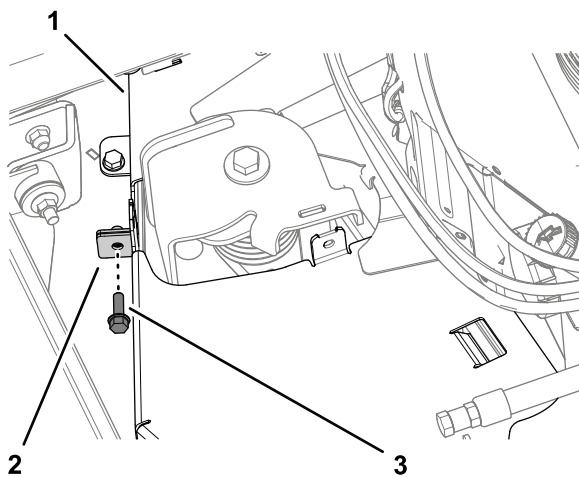

Figura 6
2. Retire el perno que fija las pestañas de la cubierta de la correa, como se muestra en la Figura 6.